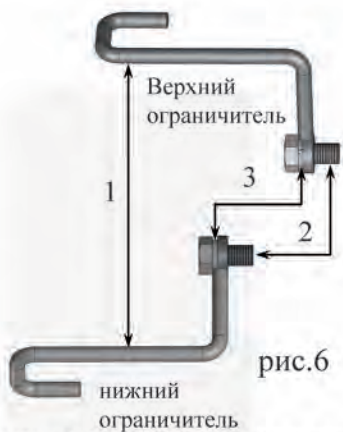
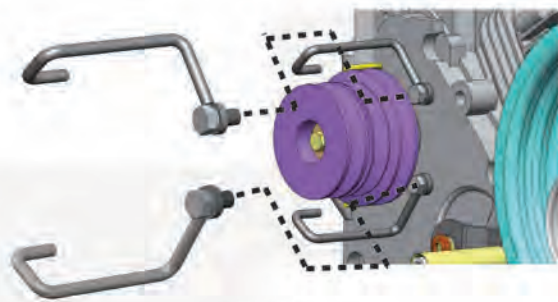

рис.6
рис.7
в ограничители (1) вставить болт М8 (2) или 5/16" (дюймовая резьба, в зависимости от модификации двигателя) через шайбу 8.65Г (3) рис.6. Ограничители вместе с болтом и шайбой установить в отверстия двигателя (справа от шкива) М8 или 5/16" и закрепить (рис.7).